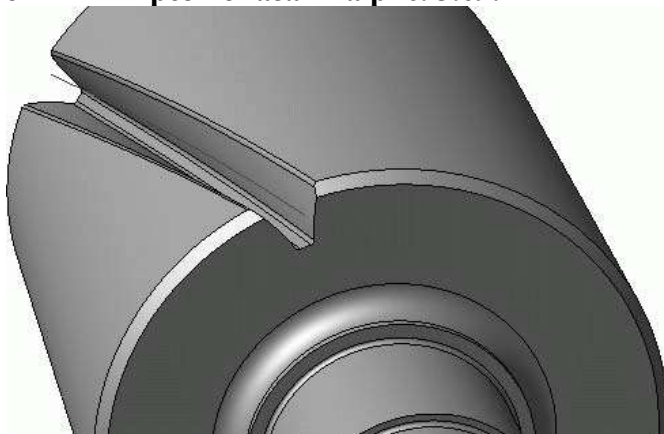

Рис. 3.69. Вырезание зубьев на шестерне
3. Все готово для кинематического вырезания. Нажмите кнопку **Вырезать кинематически** на панели инструментов **Редактирование детали** и укажите в качестве исходных объектов для операции эскиз профиля выреза и спираль-направляющую. Полученный вырез показан на рис. 3.69.